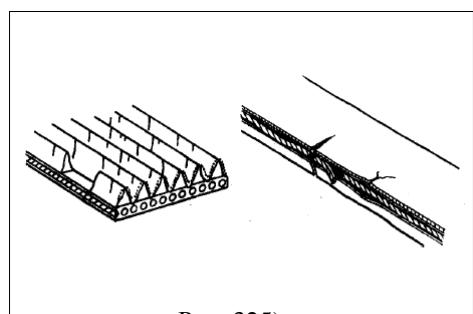

Рис. 325)
- (1) Проверьте ремень на предмет сильного износа, трещин, отслоений и т.д.(рис. 325,326)